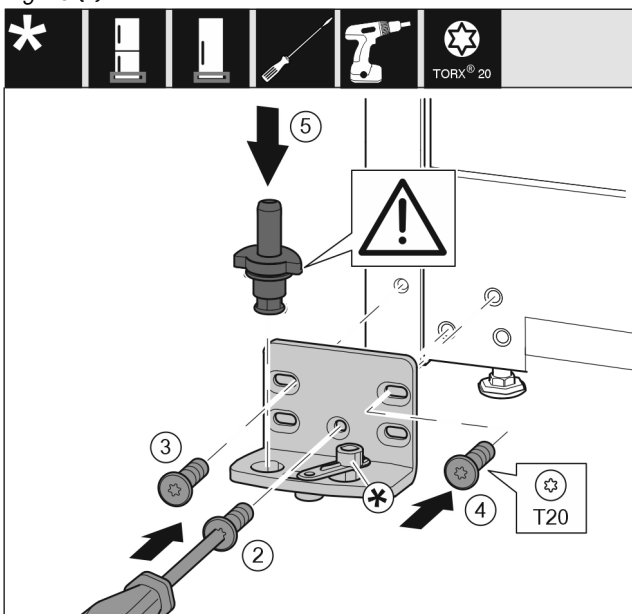

Fig. 14
- Poser le support de palier de l'autre côté et le visser à l'aide d'un tournevis T20. Commencer par la vis 2 en bas au milieu. *Fig. 14 (2)*
- Visser les vis 3 et 4. *Fig. 14 (3,4)*
- Mettre en place l'axe de palier complet. Veiller à ce que l'ergot d'enclenchement soit orienté en arrière. *Fig. 14 (5)*